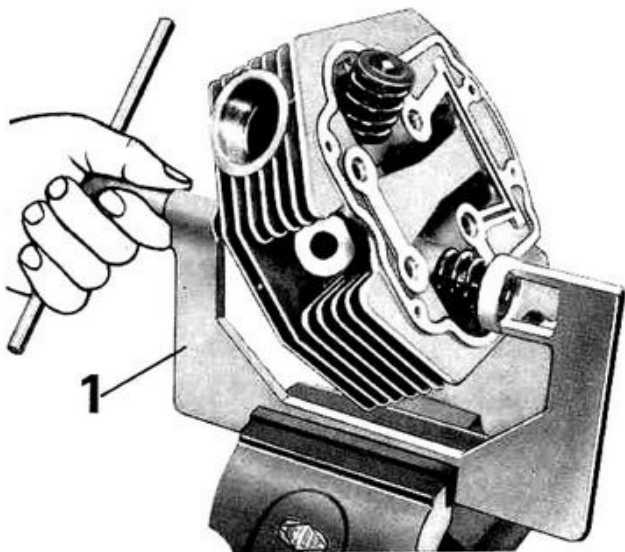

Fig. 21
- a mezzo attrezzo n. 10907200 (1 di fig. 21) dopo aver compresso le molle, i semiconi, il piattello superiore, le molle, il piattello inferiore e le valvole che si dovranno sfilare dall'interno.
Con apposito attrezzo n. 10907200 (1 di fig. 21) applicato sul fungo di una valvola e sul piattello superiore, avvitare le vite dell'attrezzo di quel tanto da comprimere le molle (quando l'attrezzo è in tiro sarà bene dare in testa all'attrezzo un colpo di mazzuola, questo serve a scollare il piattello superiore dai semiconi) e poter levare i due semiconi. Levati i semiconi svitare l'attrezzo e sfilare: